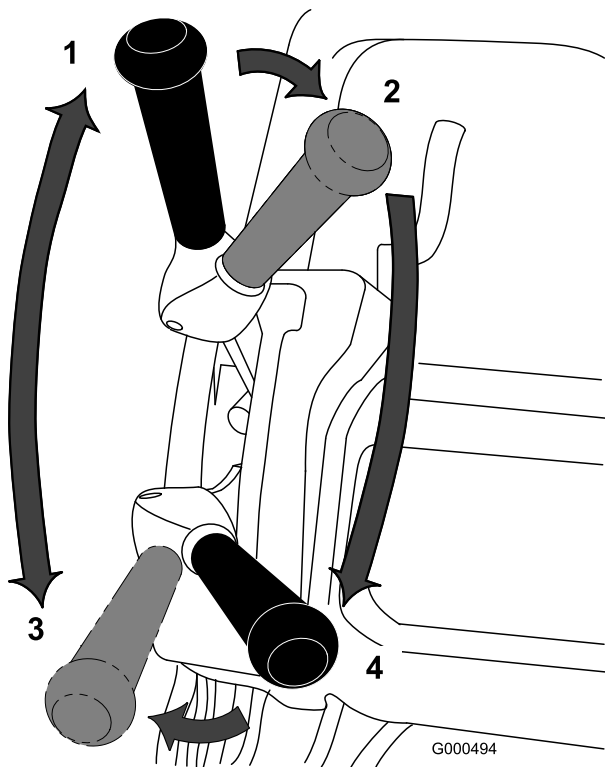

图25
1. 启动发动机，将油门设置为低速，向下推动手柄以提起滚刀组，压低操作员到位控制装置，将牵引杠移至“接合”位置，使剪草机行驶到果岭的环圈上（图25）。
2. 将牵引杠移至“分离”位置，然后接合滚刀驱动杆（图25）。
- 将牵引杆移至“接合”位置，增加油门速度直至剪草机按照所需的地面行驶速度移动，将剪草机推到果岭区，放下剪草机的前端，然后开始剪草（图25）。